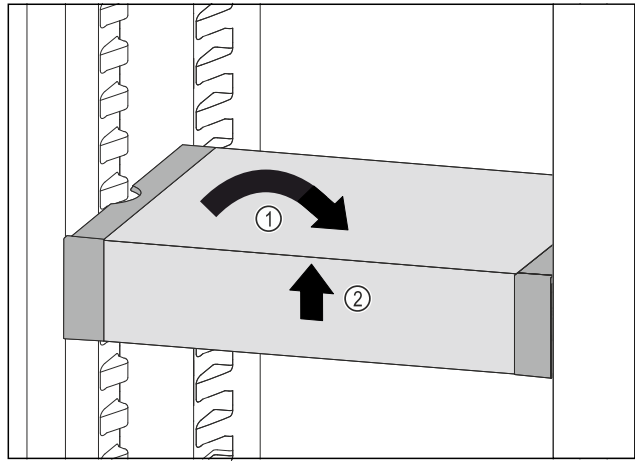

Fig. 152
- ▶ Установите VarioSafe прямо. Fig. 152 (1)
- ▶ Приподнимите VarioSafe спереди. Fig. 152 (2)